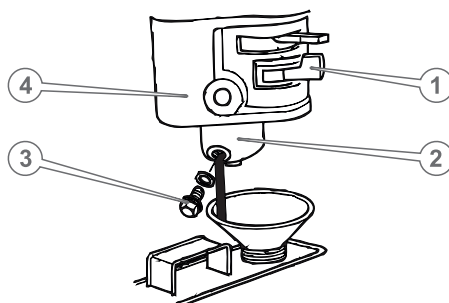

Рисунок 8. Очищення відстійника карбюратора.
6.9 Очищення відстійника палива (див. рис. 8).
Відстійник розташований у карбюраторі (4, рис. 8) та призначений для осаду можливих механічних домішок, які наявні в паливі. Для очищення відстійника закрити паливний кран (1, рис. 8), відкрутити болт (3, рис. 8), зняти нижню ванну (2, рис. 8) карбюратора, промити нижню ванну та встановити її на передбачене місце.